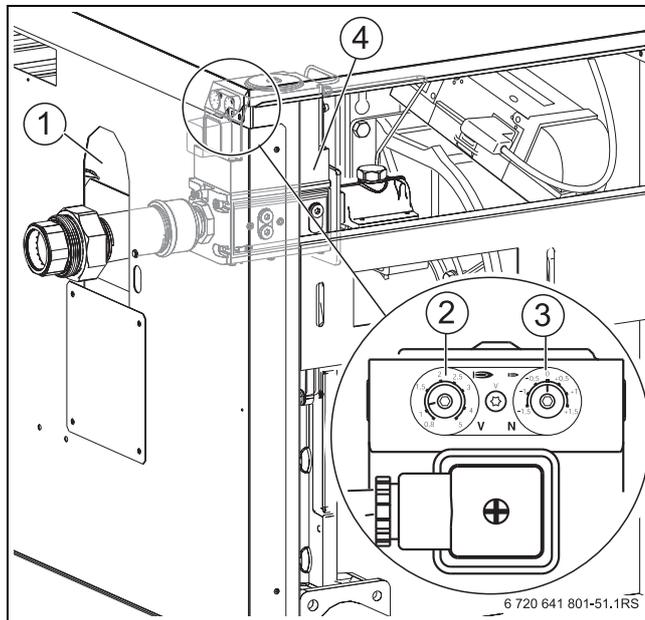

Рис. 29 Переналадка на другой вид газа котлов мощностью 200 - 280 кВт
► Увеличьте показание регулировочного винта V (→ рис. 29, [2]) на 0,5, например, с 1,1 до 1,6.
► Уменьшите показание регулировочного винта V (→ рис. 29, [2]) на 0,5, например, с 1,6 до 1,1.